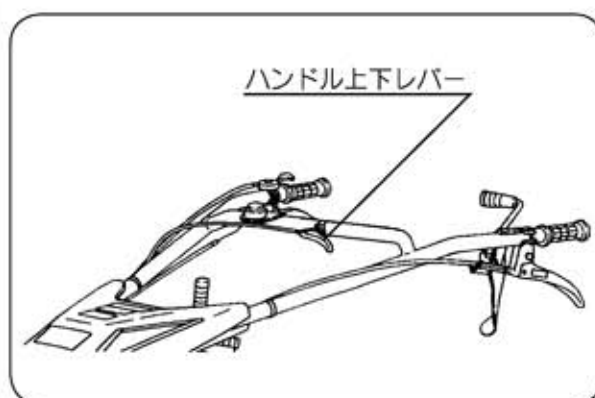

図22
①ハンドル上下レバーを握りハンドルを上にあげてから操作してください。(図22)
②ロータリー回転と適応作業